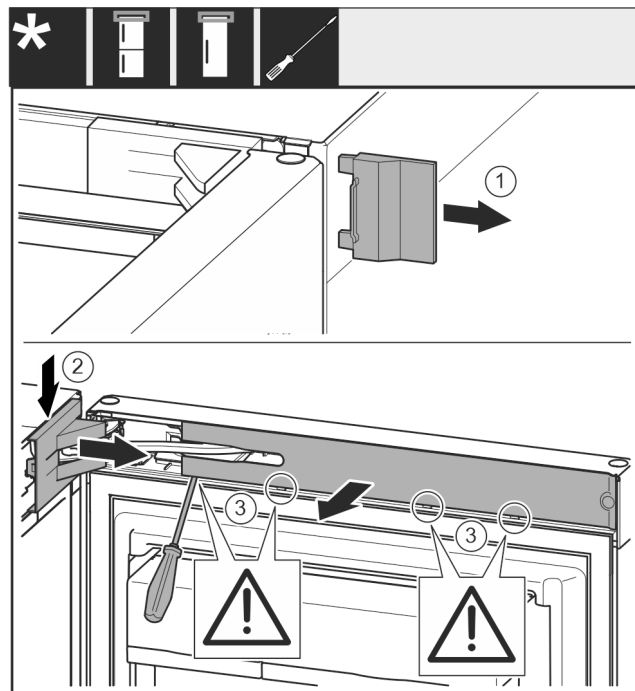

Fig. 5
- ▶ Fjern det ytre dekselet. Fig. 5 (1)
- ▶ Frigjør og løsne lagerbukkdekslet. Ta av lagerbukkdekslet. *Fig. 5 (2)*
- ▶ Klikk ut panelet og sving det til side med en skrutrekker. *Fig. 5 (3)*